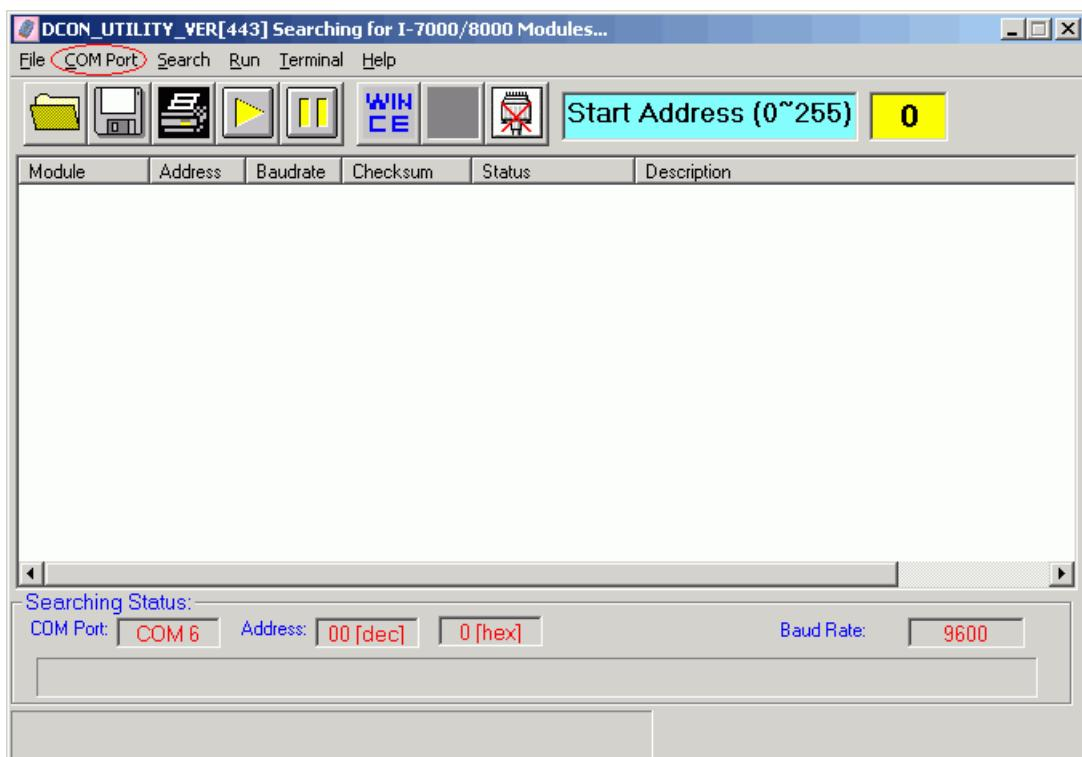
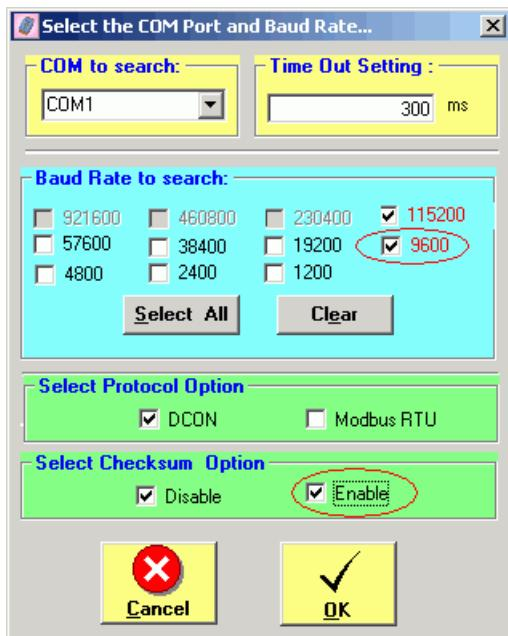

Рисунок 3.5 Окно программы DCON Utility
Рисунок 3.6. Выбор параметров для поиска модуля I-7018 программой DCON Utility.
- Запустить программу “DCON Utility” (см. рис. 3.5).
- Выбрать в ней номер СОМ порта, через который подключен МСТД, и параметры (пункта меню "COM Port" см. рис. 3.5): контрольная сумма – используется, скорость передачи - 9600 (См. рис. 3.6).